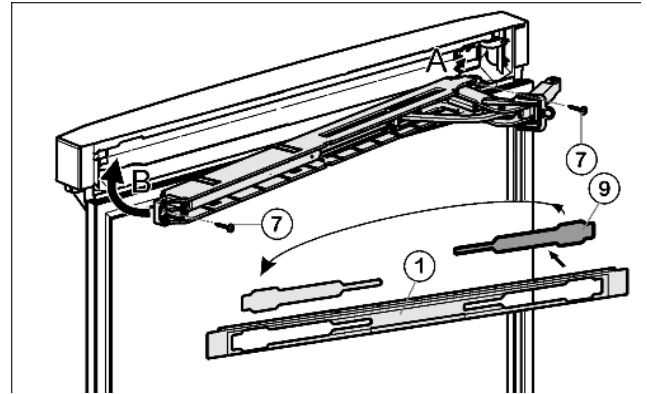

Fig. 23
- ▶ Освободите крышку Fig. 23 (9) из накладки Fig. 23 (1) и снова установите её на другой стороне.
- ▶ Зацепите (A) и поверните (B) верхний узел амортизатора закрывания дверцы шарниром на стороне шарнира.
- ▶ Прикрутите узел амортизатора закрывания двери. (2 шт. Torx 15) Fig. 23 (7)